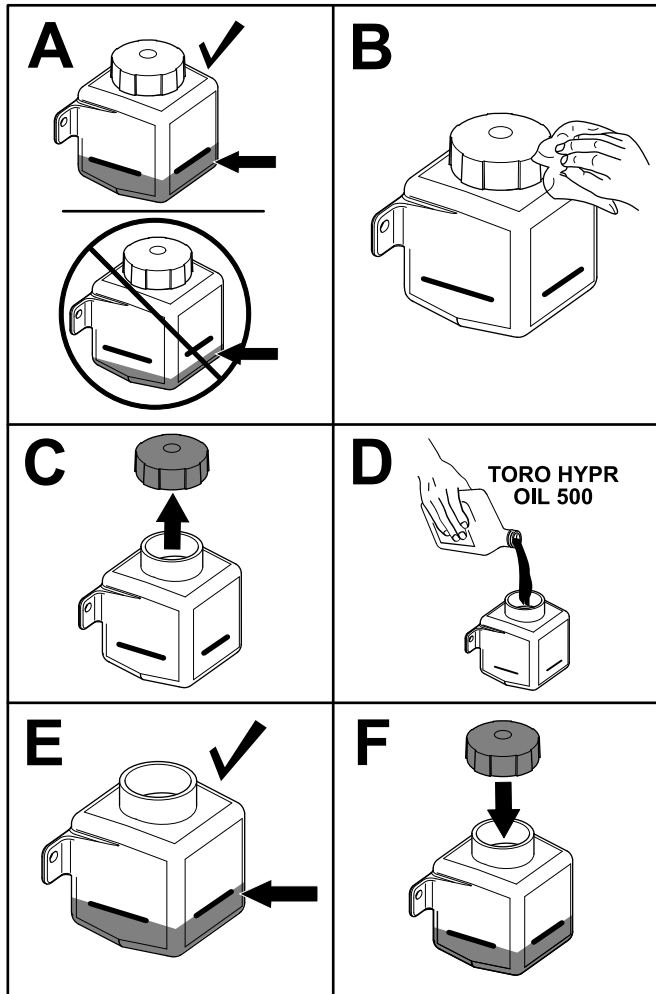

Figura 61
- Compruebe el nivel de fluido en el lateral del depósito hidráulico (Figura 61). Continúe el procedimiento si el nivel se encuentra por debajo del nivel de llenado frío.
5. Limpie la zona alrededor del tapón del depósito hidráulico (Figura 61).
6. Retire el tapón del cuello de llenado y añada fluido en el depósito hasta que llegue al nivel de llenado frío (Figura 61).
7. Coloque el tapón en el depósito (Figura 61).